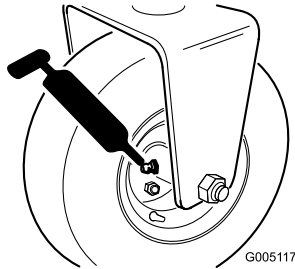

Figura 39
- Engates da roda traseira e bielas esféricas externas (1) (Figura 39)